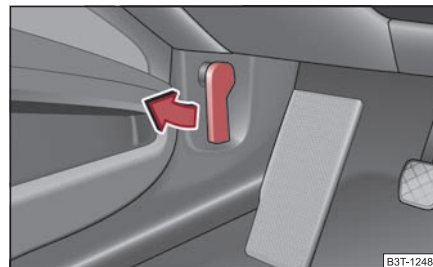

Fig. 14 Palanca de desbloqueo para el capó
- Tire de la palanca de desbloqueo debajo del tablero de instrumentos, lado del conductor ⇒ fig. 14.
Otras indicaciones ⇒ fig. 14. ■